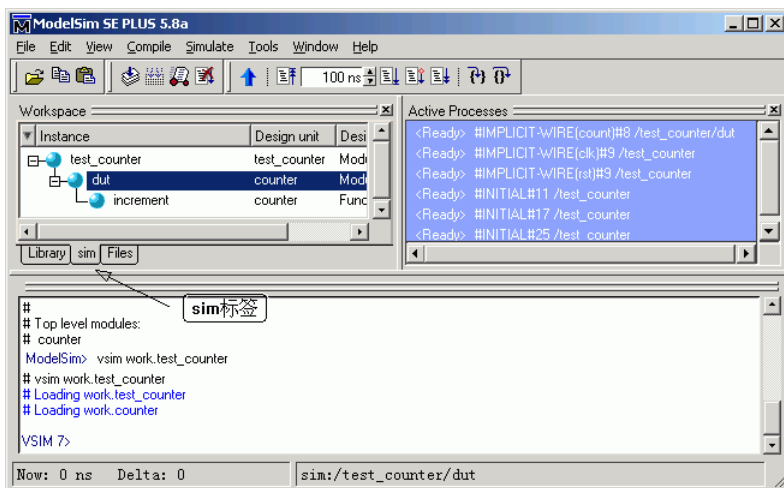

图3-26 【sim】和【Files】标签
6. 双击设计单元“test_counter”就可以加载设计仿真。主窗口的工作区会产生一个【sim】标签和一个【Files】标签。在【sim】标签中显示了设计的层次，可以使用“+”或者“-”展开和合并设计的层次。在【Files】标签中显示了设计中包含的文件名称、类型以及存放路径等信息，如图 3-26 所示。